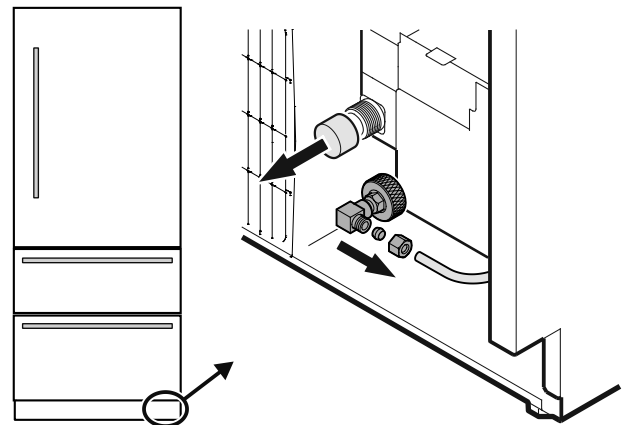

Figure 17
5. Retirer le couvercle de l'électrovanne (**Figure 17**).